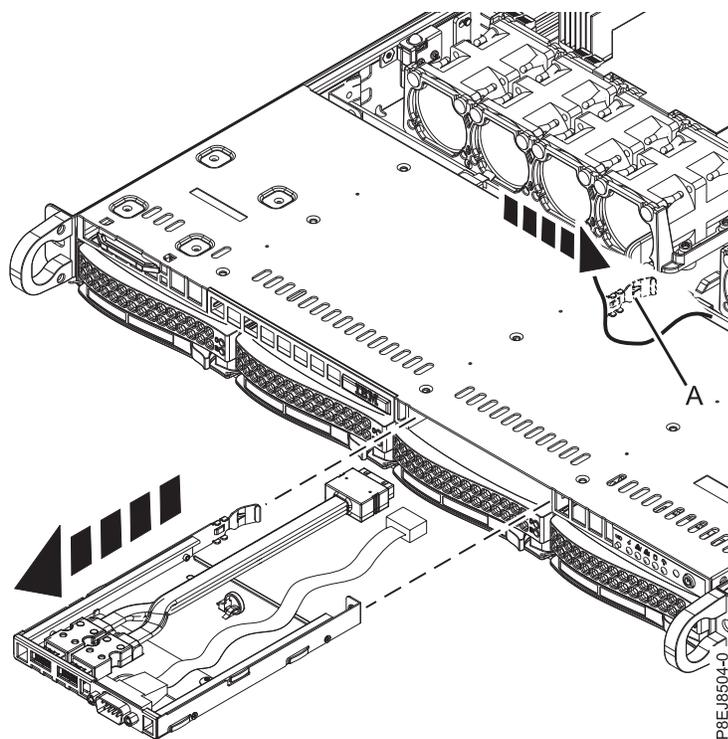

Figura 61. Extracción de los conectores y cables USB
3. Extraiga los conectores y cables USB como se muestra en la Figura 61 en la página 59.